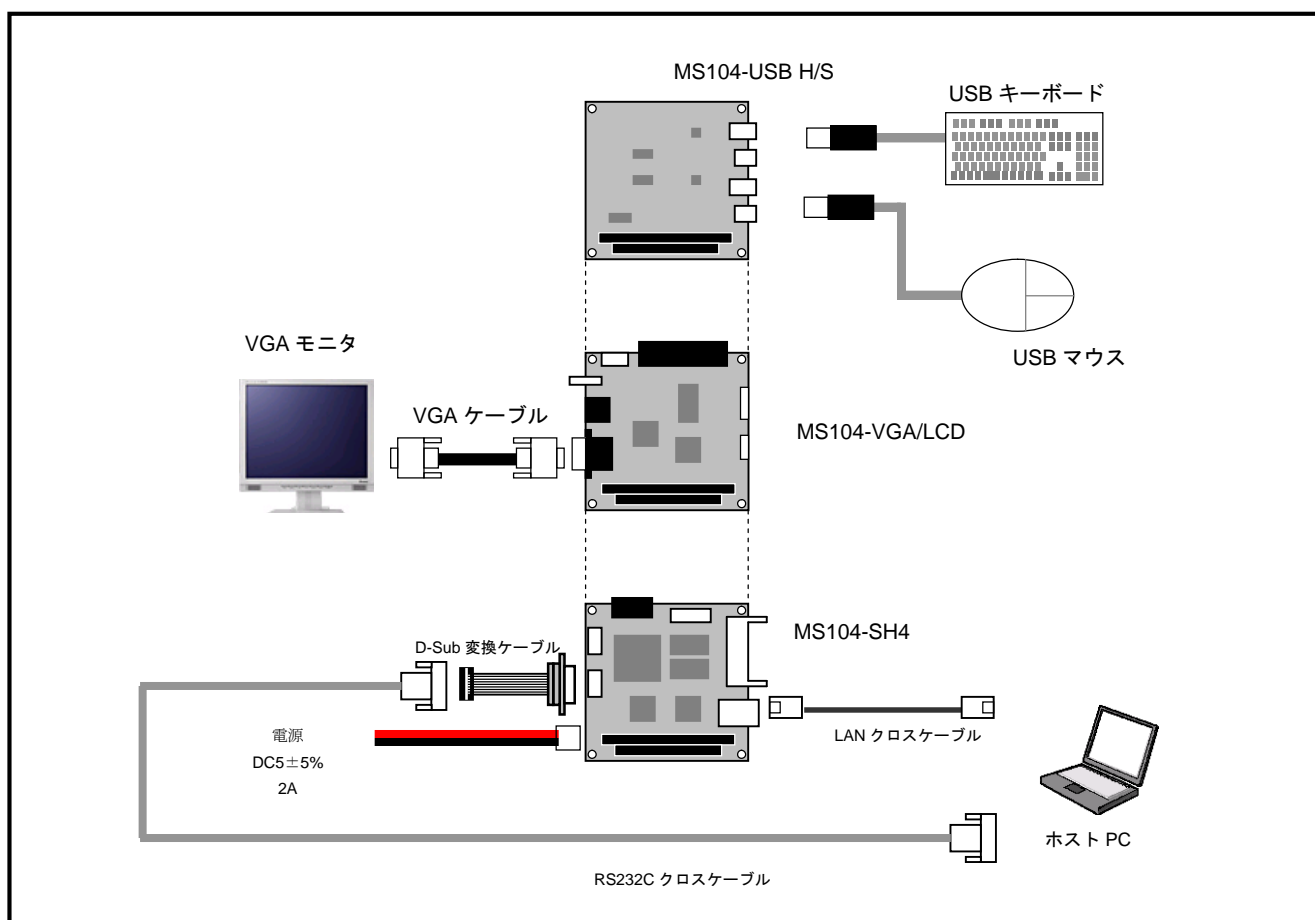

Fig 3.3-4 USB キーボード・USB マウスとの接続
- ① MS104-USB H/S と MS104-SH4 を「Fig 3.3-4 USB キーボード・USB マウスとの接続」を参考に接続します。MS104-SH4 の電源が OFF であることを確認し、MS104-SH4 ボードの COM2(SCIF)と Ethernet ポートをそれぞれ、ホスト PC のシリアルポートと Ethernet ポートに接続してください。